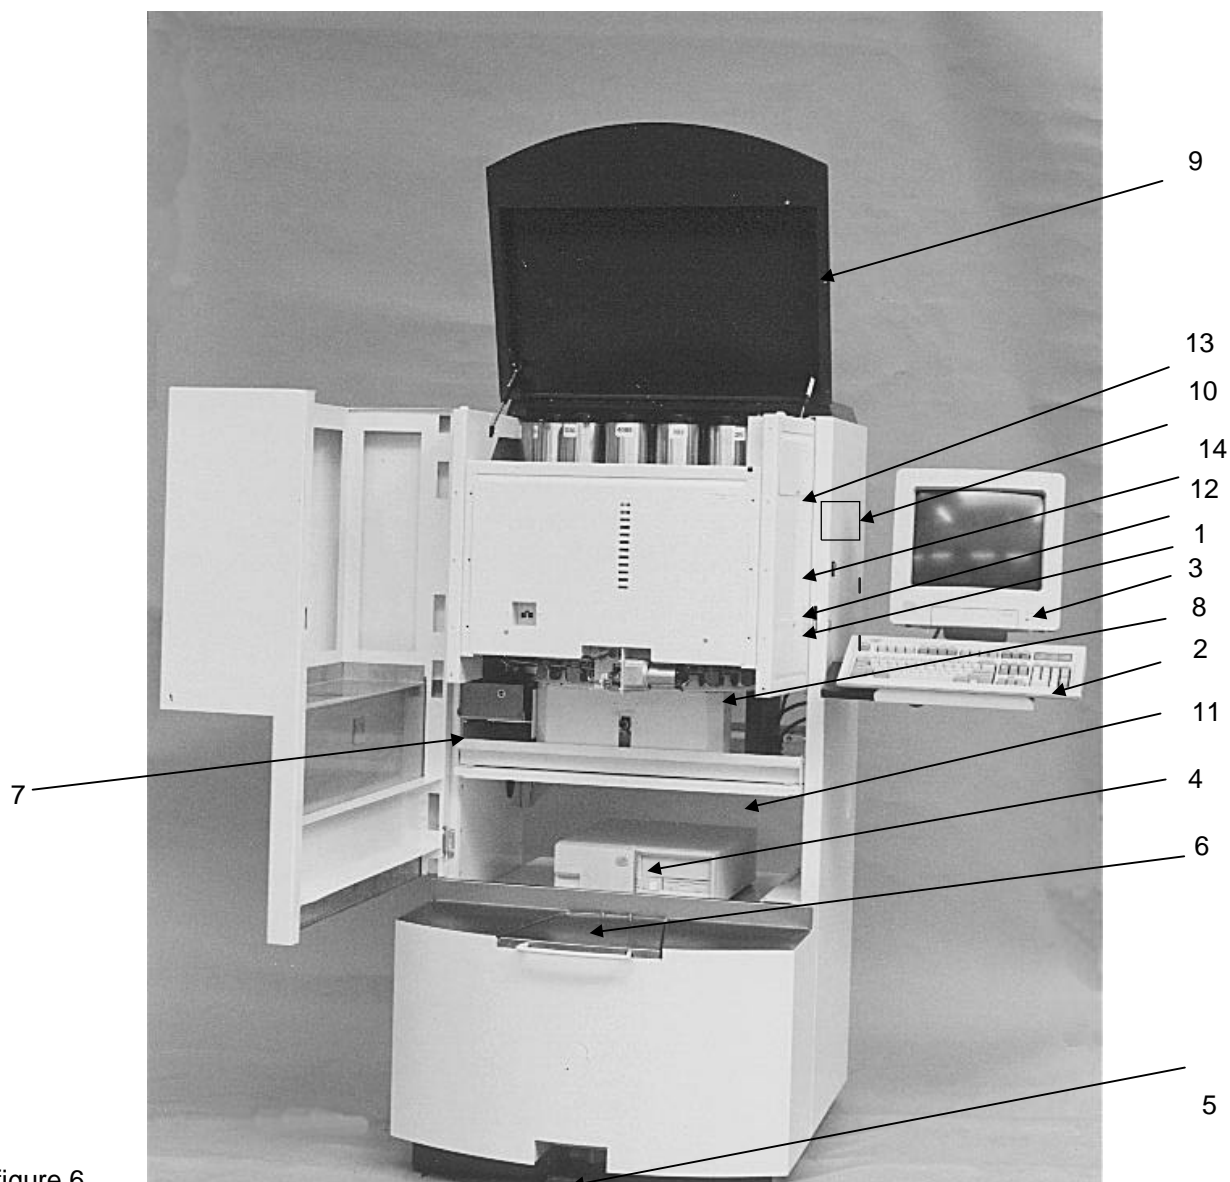

figure 6
Voir figure 6 (les composants marqués en pointillés sont installés à l'intérieur de la machine).
5. Une fois le clapet ouvert (figure 6, n° 9) et le couvercle du bidon enlevé, remplir les bidons de pâte jusqu'au niveau maximum indiqué*. On peut ensuite finir de remplir le bidon jusqu'à ce que le dessus du plateau de malaxage supérieur soit atteint. S'assurer que la tige du piston demeure à la même hauteur.
Si votre machine est équipée d'une table de levage automatique et/ou d'un perforateur (optionnel) et que vous constatez ce dysfonctionnement: la table de levage ne s'abaisse pas automatiquement après la distribution, vous pouvez résoudre ce problème en ouvrant la trappe (figure 6, n° 9) et en appuyant sur le bouton Reset. Vous trouverez ce bouton à l'intérieur du châssis, sur la droite (figure 6, n° 13).